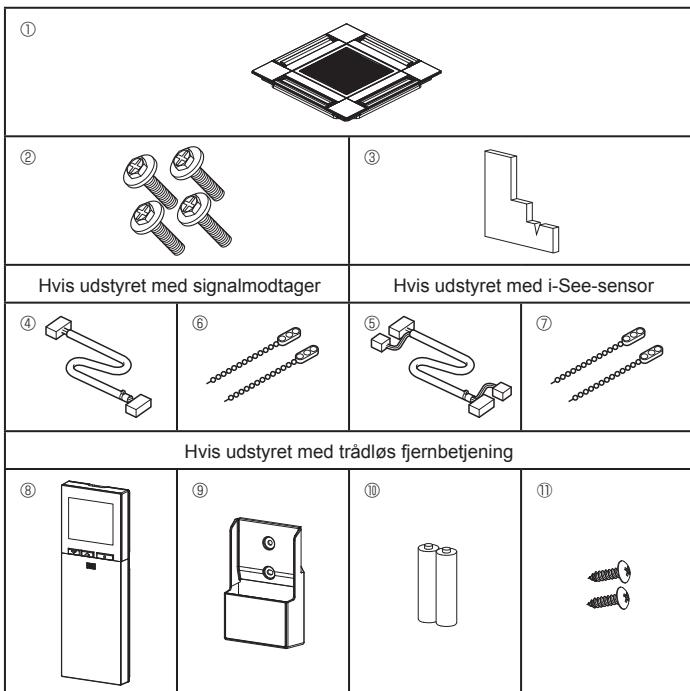

Fig. 5-1
5.1. Check tilbehørsdelene til gitteret (Fig. 5-1)